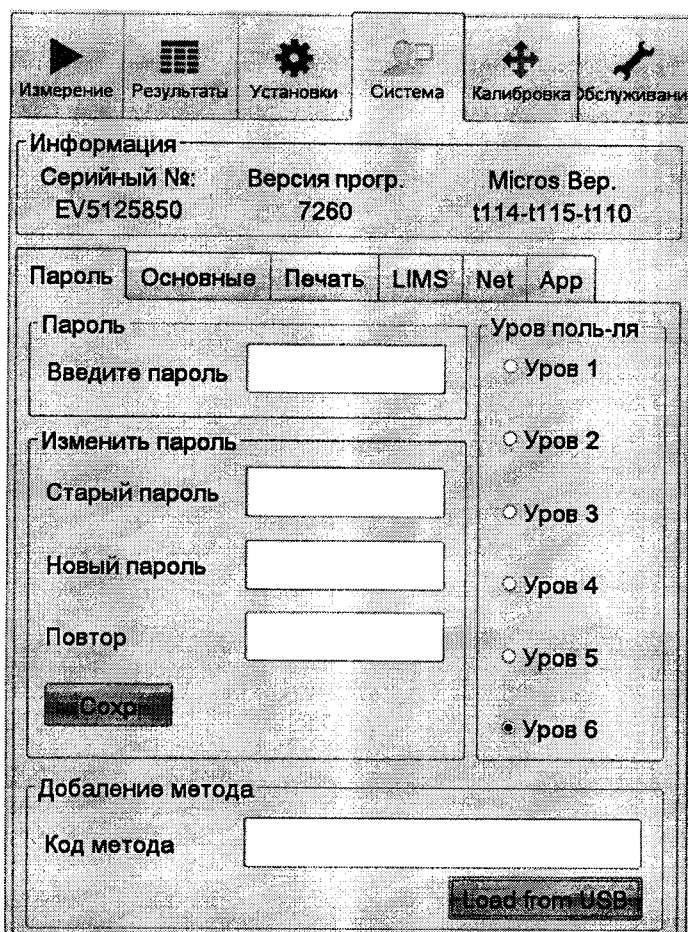

Рисунок 1.
- убедиться в появлении сигнала на дисплее анализатора. Внешний вид экрана анализатора приведен на рис. 1.